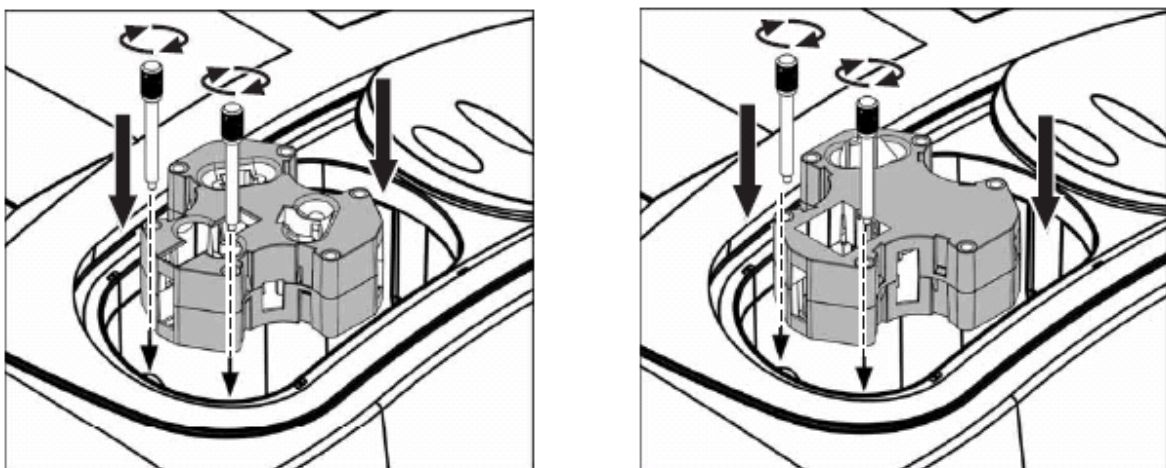

图3 多比色皿适配器安装示意图
3. 将多比色皿适配器以下面的方式放入样品池的空间内：使所选插槽对应的名称能够正对操作者，并且插槽就在正前方。将适配器与下方的2个圆锥形插脚对齐，并用2个螺丝固定好。（图3）。